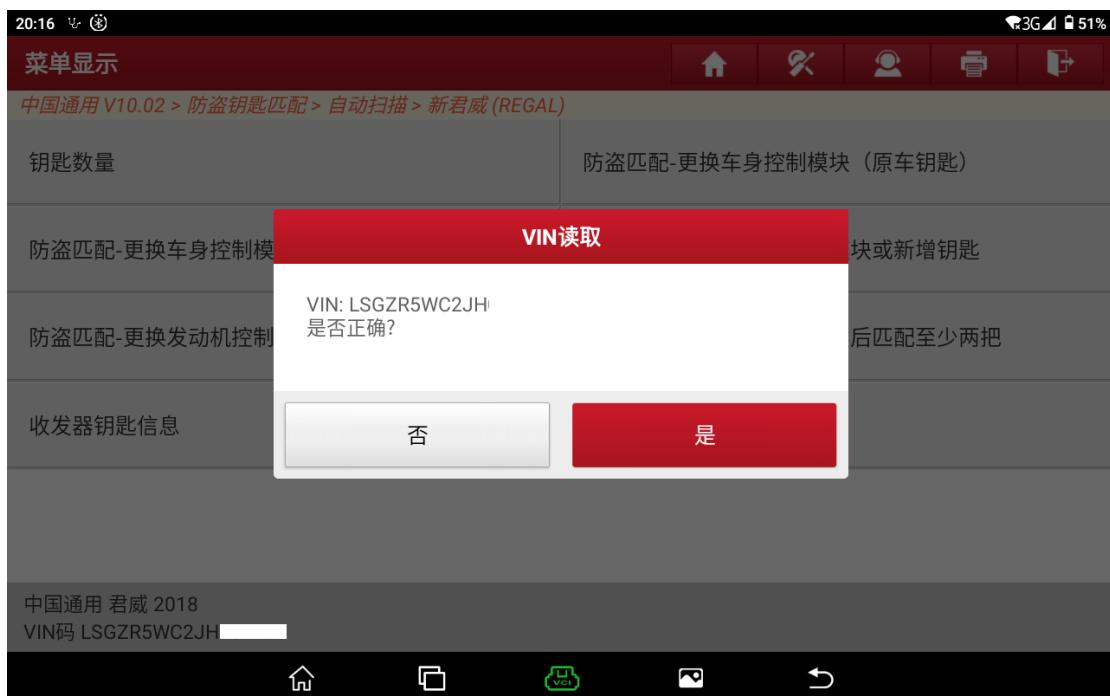

图 16
16. 如果 VIN 码不正确，点击“否”重新输入，否则点击“是”，如图 16。